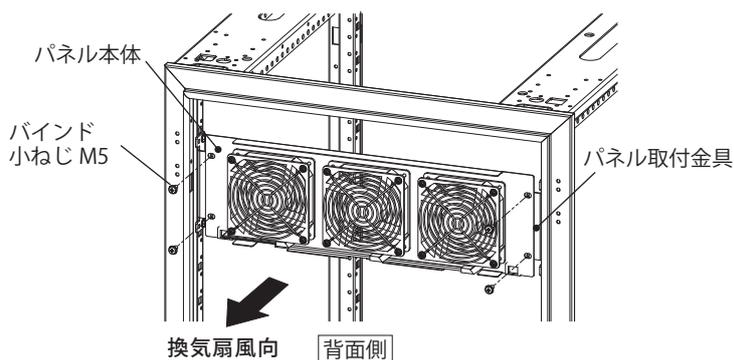

図1
2. パネル取付金具にパネル本体を、付属のバインド小ねじ M5(4カ所)にて取付けてください。(図1)